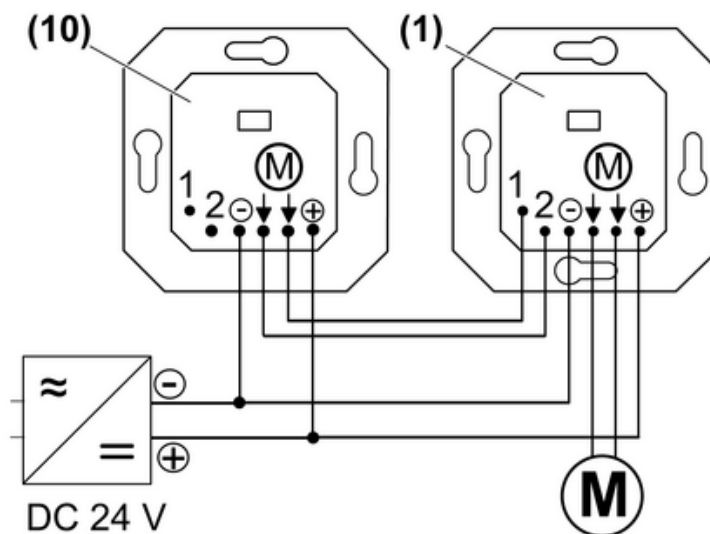
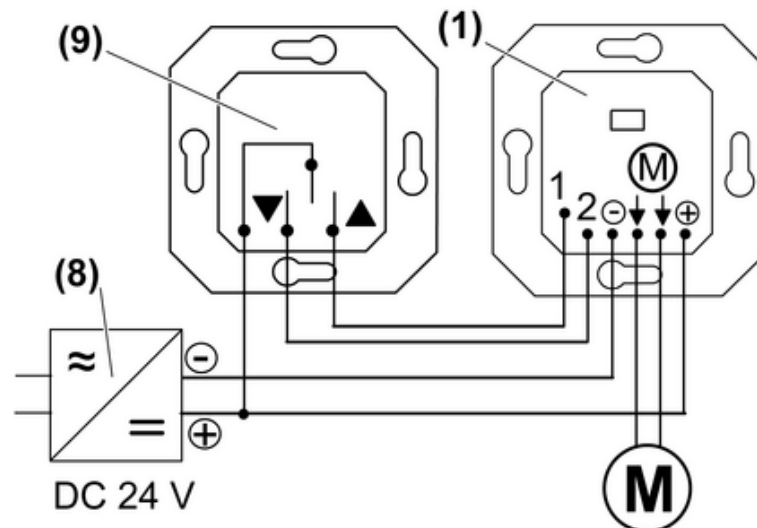
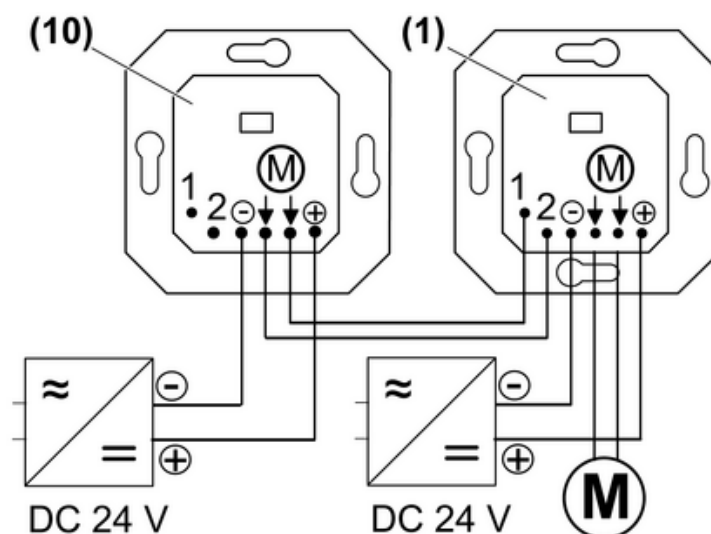

Figure 5: Mécanisme avec mécanisme 24 V supplémentaire comme poste auxiliaire
Figure 6: Schéma de raccordement du mécanisme avec poste auxiliaire mécanique
Figure 7: Schéma de raccordement de deux mécanismes alimentés par deux blocs d'alimentation
- Raccorder le poste auxiliaire conformément au schéma de raccordement (figure 5), (figure 6) ou (figure 7).